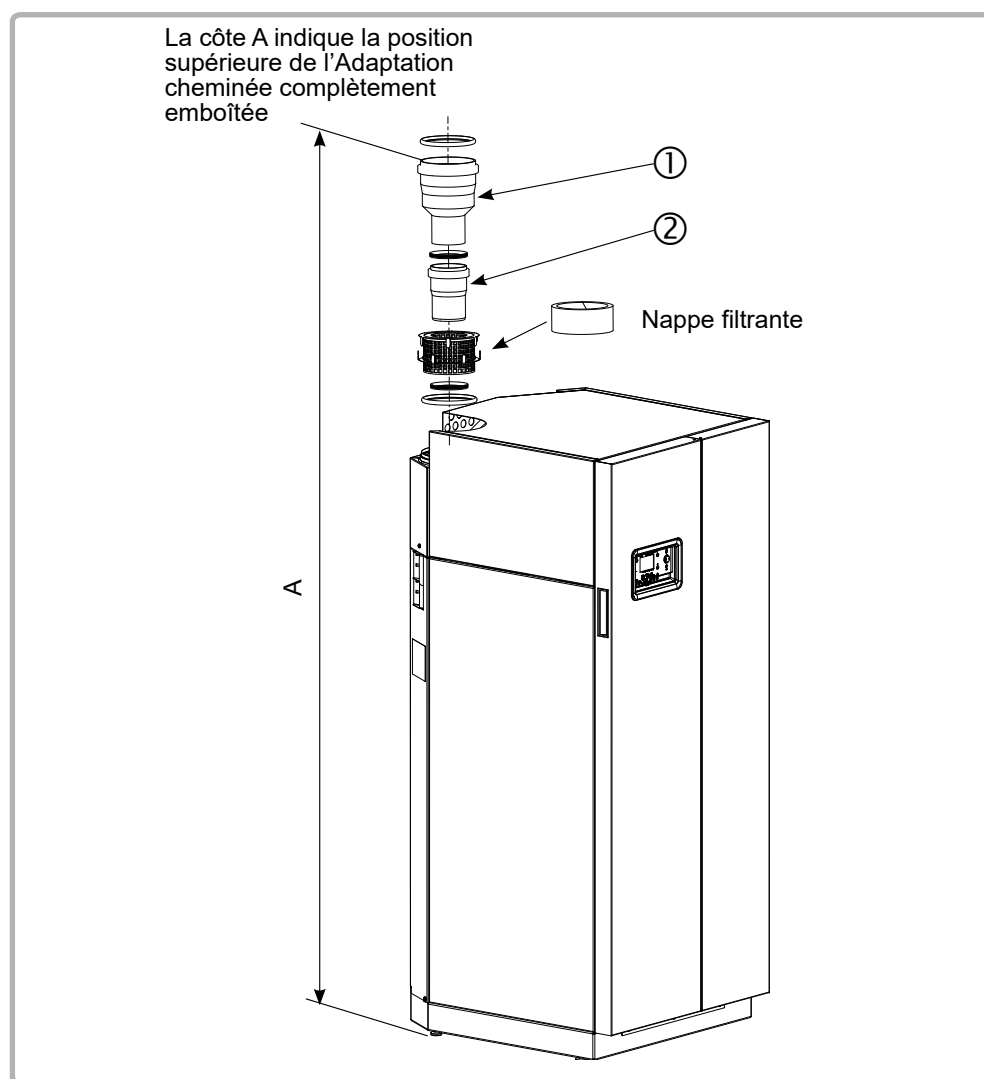

figure 5 - Raccordement à une cheminée
* : Voir figure 5 page précédente.